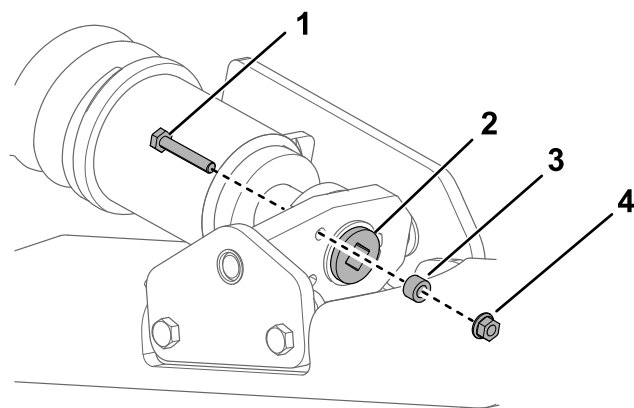
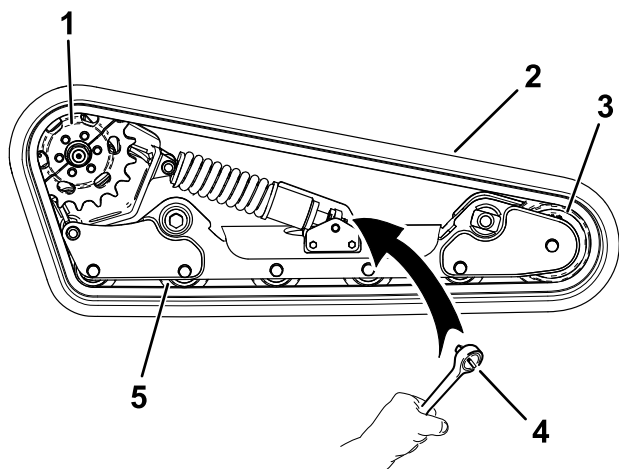

Figura 57
Figura 61
4. Rimuovete il bullone di bloccaggio, il distanziale e il dado (Figura 57).
6. Allineate l'intaglio più vicino della vite di tensione al foro del bullone di bloccaggio e fissate la vite con il bullone di bloccaggio e il dado (Figura 57).
7. Rimuovete il bullone di bloccaggio, il distanziale e il dado (Figura 57).
8. Utilizzando un cricchetto di trasmissione da $\frac{1}{2}$ ", rilasciate la tensione di trasmissione ruotando la vite di tensione in senso orario (**Figura 57** e **Figura 61**).
9. Rimuovete i 3 bulloni che fissano la metà della ruota conduttrice che non è innestata nel cingolo (**Figura 61**).
14. Avvolgete il nuovo cingolo attorno alla ruota anteriore (**Figura 61**).
15. Spingete il cingolo sotto e tra le ruote non motrici e avvolgetelo attorno al telaio (**Figura 61**).